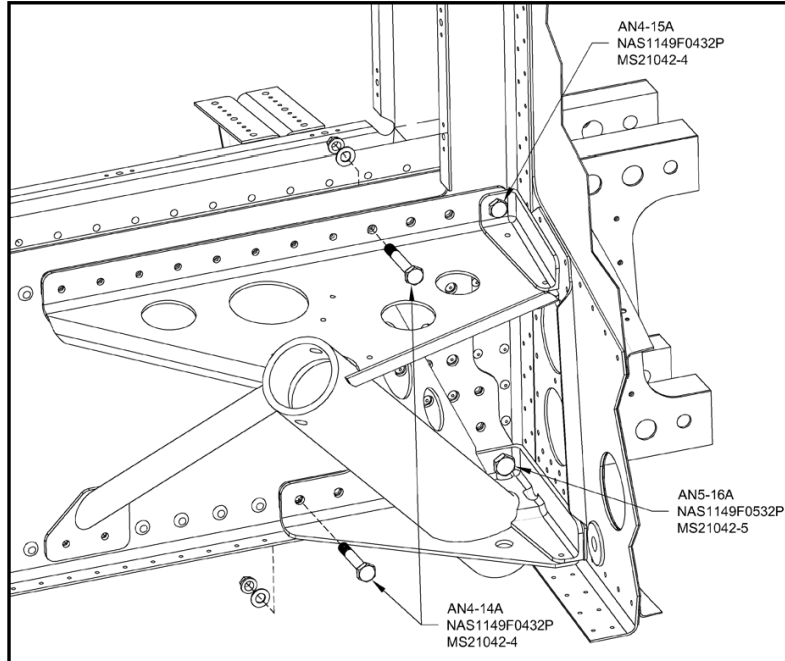

FIGURA 11: Instalação temporária do suporte da perna do trem de pouso
Passo 31: Aumente o furo do revestimento inferior apenas o suficiente para liberar a extremidade inferior do novo soquete do suporte da perna do trem de pouso (um adicional de 1/16" deve ser um bom ponto de partida). Em seguida, prenda os suportes da perna do trem de pouso na seção central usando os quatro parafusos mostrados na Figura 11. Use um lubrificante para perfuração, como o 'Boelube', na haste dos parafusos para facilitar a instalação, mas certifique-se de não colocar nada nas roscas. Aperte as porcas com o torque de instalação correto.